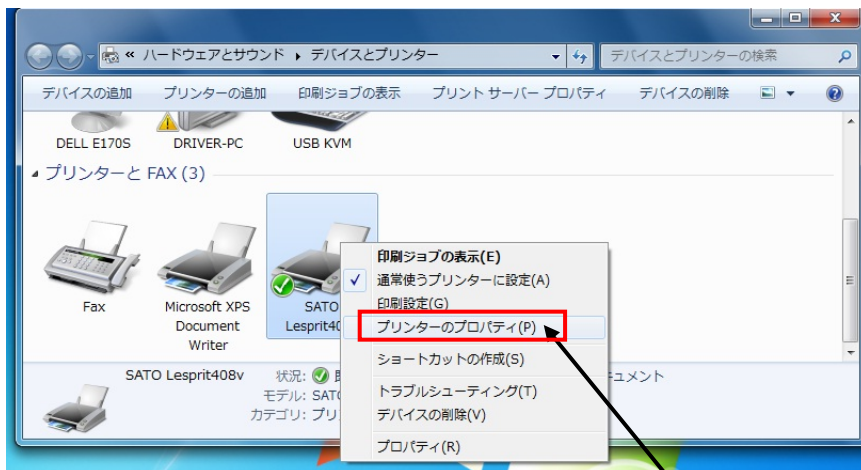
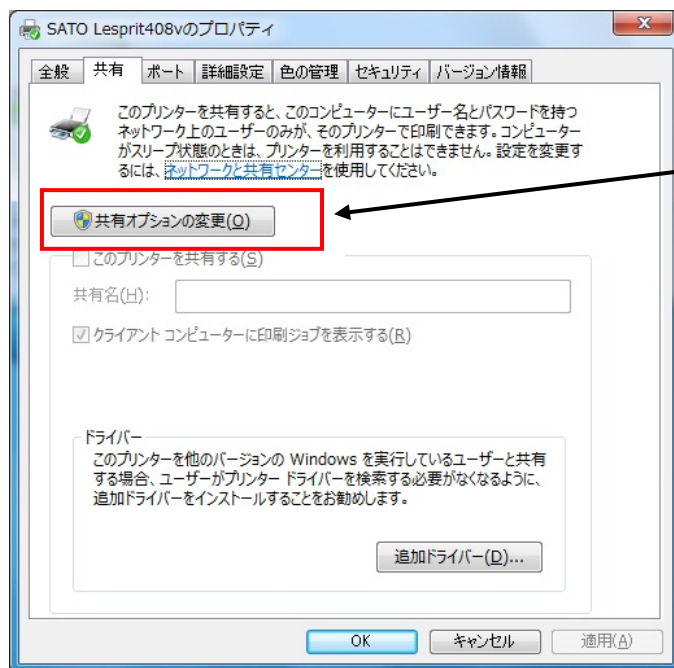

図 1.1.1. 「プリンタフォルダ」画面
図 1.1.2. 「共有」プロパティ画面
指定の方法は、図 1.1.1～図 1.1.2 に示すように「プリンタ」フォルダの中にある、SAT0 Lesprit408v プリンタを選択し、「プリンターのプロパティ(P)」⇒「共有」タブ選択⇒「共有オプションの変更(O)」と選択します。
Windows 7 の OS でのポートに関する設定変更は、全て**管理者権限**が必要です。管理者権限を取得するには、図 1.1.2 のように「共有」プロパティで「共有オプションの変更 (Q)」⇒「ポート」プロパティと選択します。